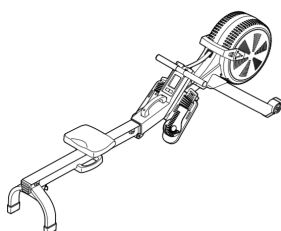

Figura 3.6: Boceto de máquina de remo
- **Máquina de remo (Figura 3.6):** Inspeccione y apriete regularmente todas las piezas de la máquina de remo. Reemplace inmediatamente cualquier pieza gastada. Para limpiar la máquina de remo, use un paño húmedo y una pequeña cantidad de detergente suave. Limpiar y lubricar el riel, el porta asiento y los rodillos del porta asiento.